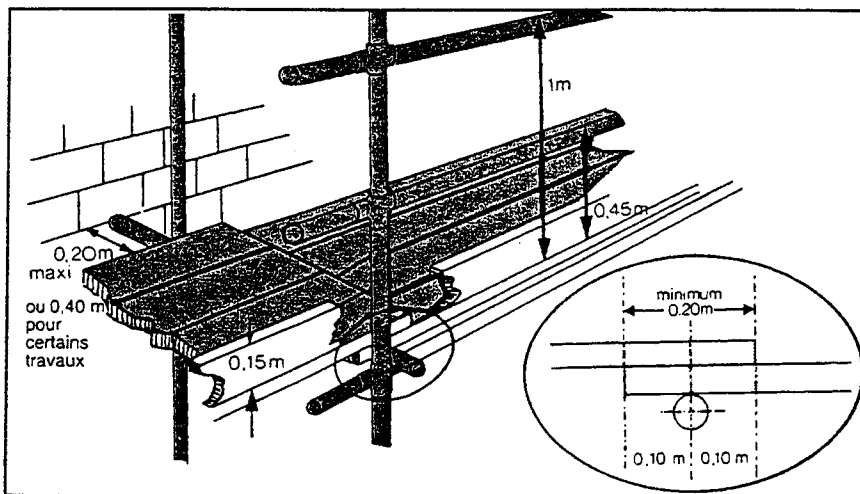

Fig. 5.
- Etre jointifs et couvrir toute la portée des traverses en ne laissant subsister qu'un vide de 0,20 m maximum entre le plancher et la construction (fig. 5).
Les planchers doivent être munis sur les côtés extérieurs de garde-corps et de plinthes (fig. 5).